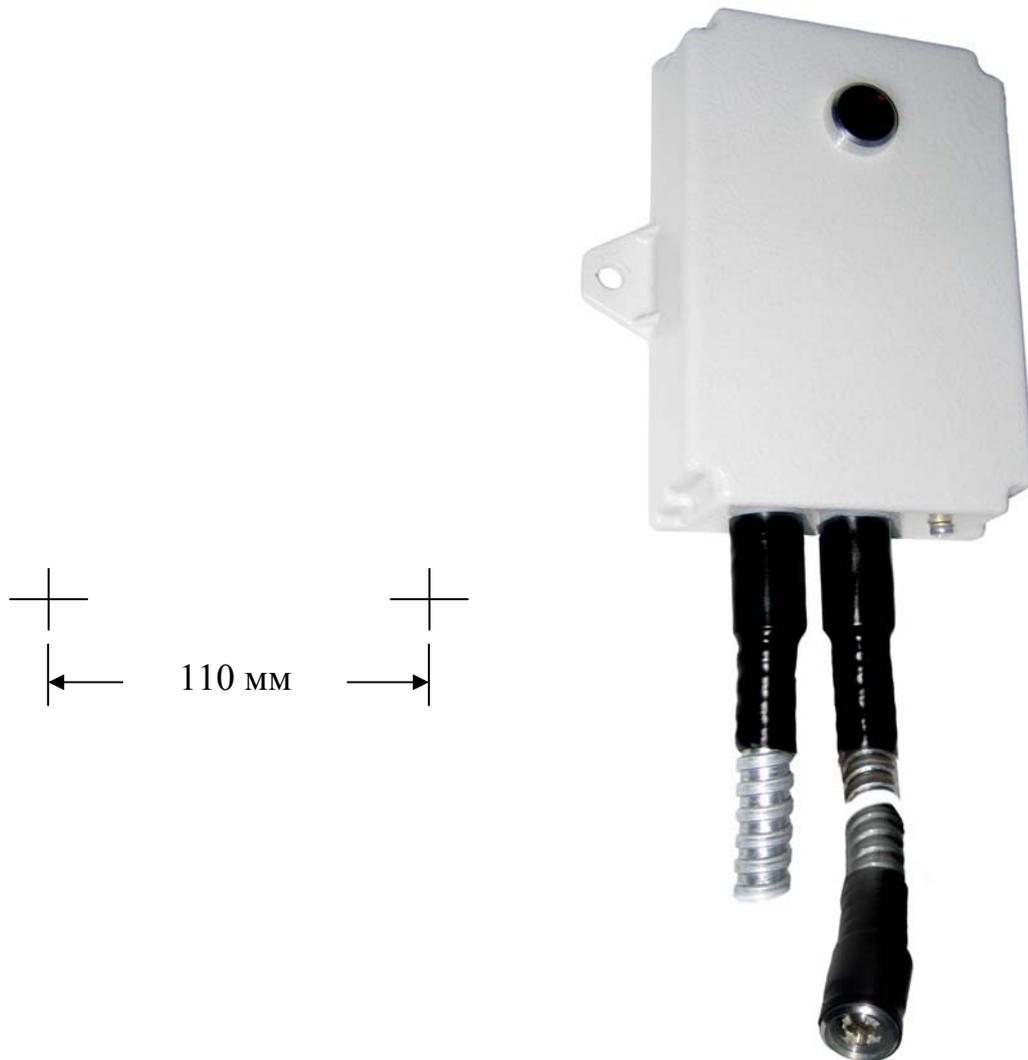

Рис. 5
2.2.6 На рис. 5, см. Приложение, показана разметка для крепления исполнений Извещателя «Спектрон-210», «Спектрон-220».